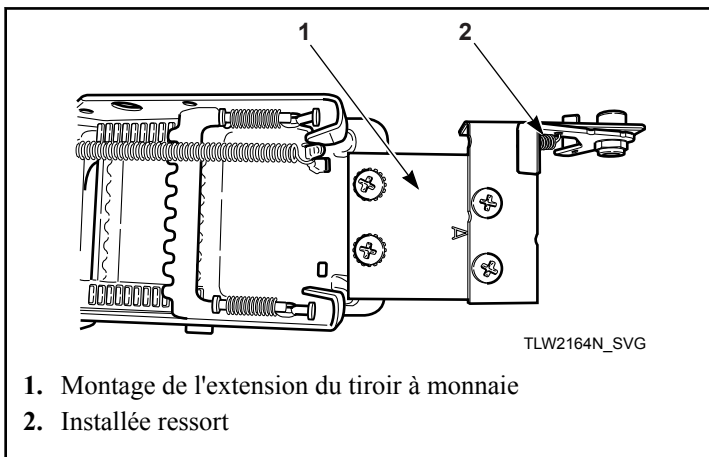

Figure 16
6. Fixer l'extension sur le dessus du tiroir en utilisant les deux vis et les rondelles de blocage qui restent. Placer les rondelles de blocage sous la tête de vis, au-dessus du support « A ». Se reporter à la *Figure 16*.
3. Installer l'extension de la glissière sur la partie supérieure de la glissière à l'aide des deux vis restantes. Se reporter à la *Figure 16*.